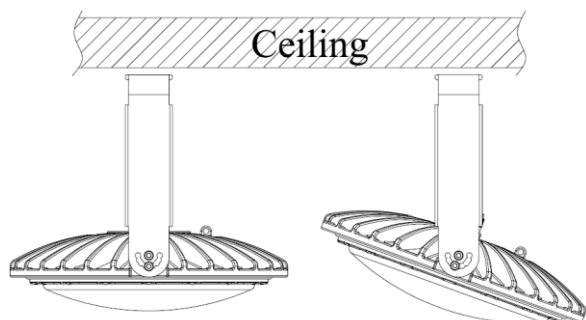
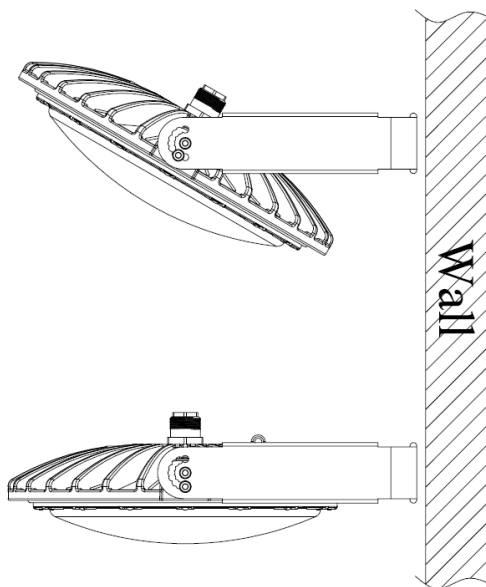

Figure 1
Figure 2
- ☞ 取付ブラケットは壁掛形 (Figure1) と天井取付形 (Figure 2) に使用できます。
- ☞ The mount bracket is for the use of both ceiling mount (Figure 1) and wall mount (Figure 2).